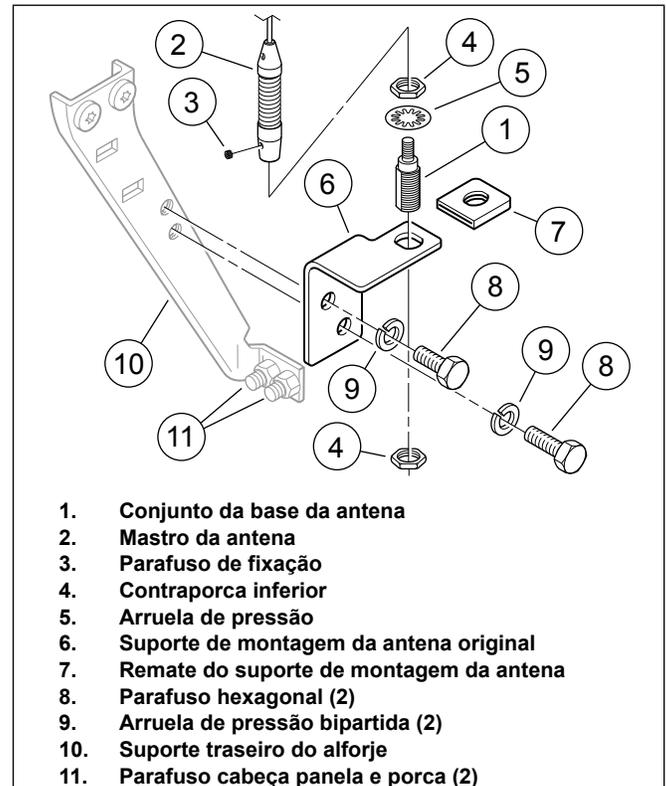

Figura 1. Montagem da antena original
2. Veja a Figura 1. Desconecte o cabo da antena do conjunto da base da antena (1).